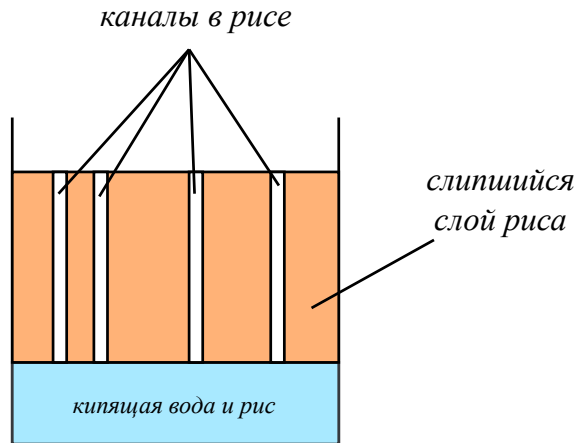

Рис. 3: Схематичное изображение процесса
1. Примем давление пара на дне p_1 за константу, которую можно приближенно принять равной атмосферному давлению с некоторой поправкой Δp (рис. 3):